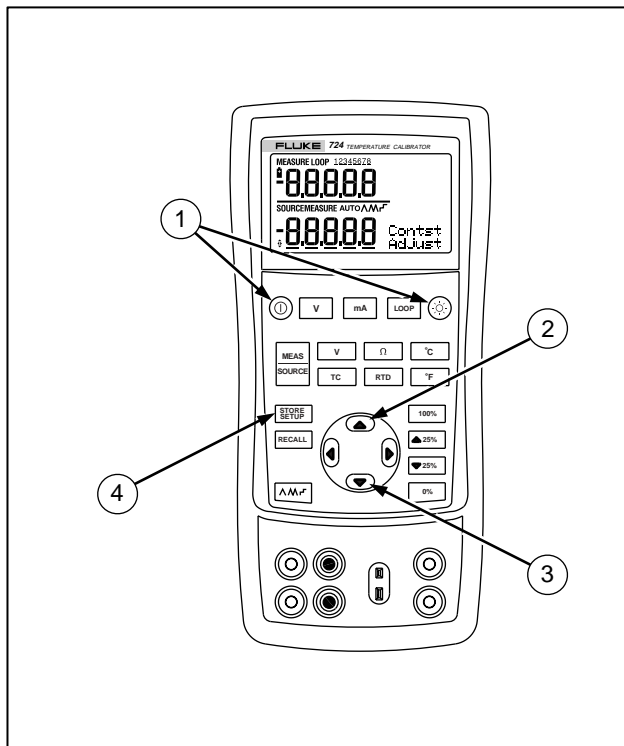

图 6. 调整对比度
1. 按 \odot 键及 ① 键，直到显示“对比度调整”，如图 6 所示。